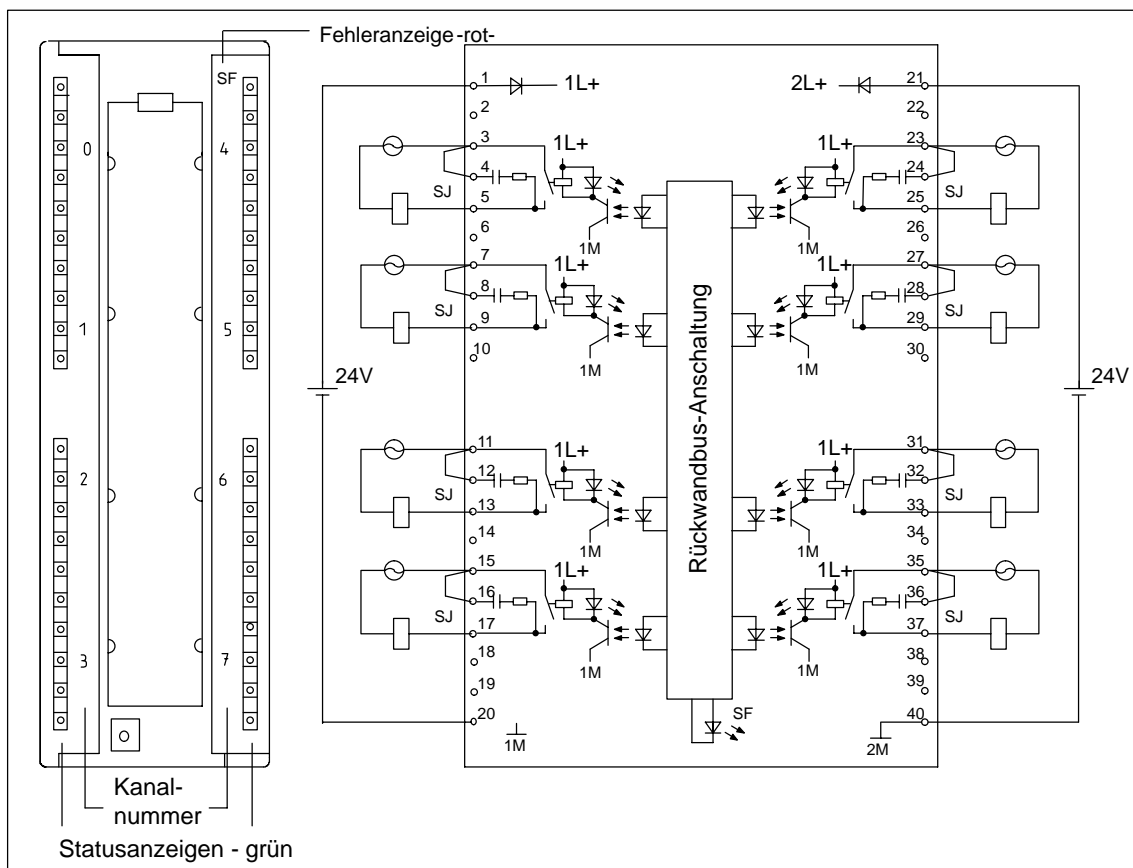

Bild 3-32 Baugruppenansicht und Prinzipschaltbild der SM 322; DO 8 x Rel. AC 230V/5A
Sie erreichen den Schutz der Kontakte vor Überspannungen, indem Sie Brücken (SJ) an der Baugruppe zwischen den Klemmen 3 und 4, 7 und 8, 12 und 13 usw. einfügen (siehe Bild 3-32).